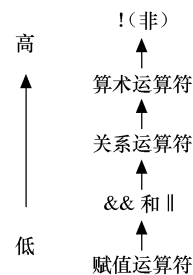

图 3-5 运算符优先级
2) 逻辑运算符中的“ $\&\&$ ”和“ $||$ ”低于关系运算符，“ $!$ ”高于算术运算符。逻辑运算符优先级如图 3-5 所示。